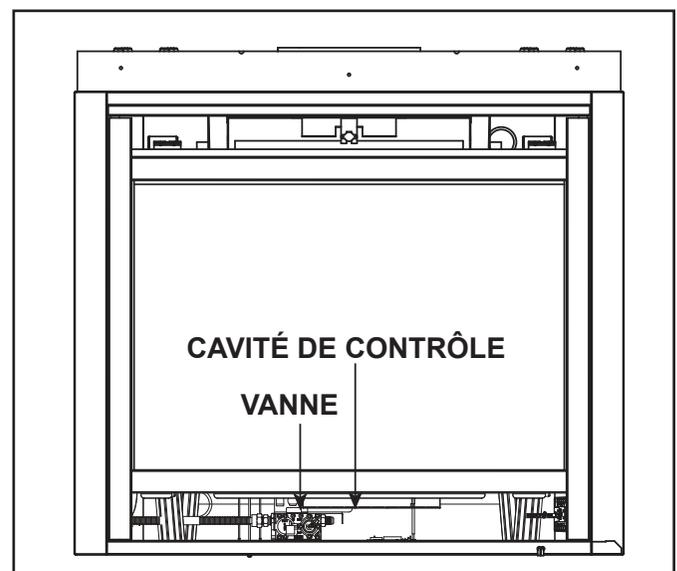

Figure 3.5. Cavité de contrôle
Le modèle SL-7BV a un taux de combustion variable contrôlé par le bouton « HI/LO » sur la vanne du gaz. De ce fait, la hauteur de la flamme est ajustable. Le bouton « HI/LO » est montré à la figure 3.5. Il est situé dans la cavité du contrôle de l'appareil. Le bouton « HI/LO » peut être ajusté comme désiré, en tournant vers la position « HIGH » (dans le sens antihoraire) et en tournant vers la position « LO » (dans le sens horaire).
Le système d'amorçage par veilleuse à allumage intermittent IntelliFire possède un système de piles d'appoints permettant le fonctionnement sans électricité. Le bloc-pile installé en usine est situé dans la cavité du contrôle de l'appareil. Voir la figure 3.5. Les piles ne devraient pas être placées dans le support de batterie lorsque l'électricité est utilisée pour faire fonctionner le foyer. Retirez les piles du support de batterie lorsque l'électricité est de nouveau disponible.
1. Accédez à la cavité du contrôle de l'appareil. Voir la figure 3.5 pour l'emplacement. La façade décorative ou la porte pourrait devoir être enlevée.
2. Localisez le support de batterie et insérez deux piles D. La polarité des piles doit être correcte pour éviter d'endommager le module. Voir la figure 3.5. Un schéma complet du câblage est inclus dans la section traitant de l'électricité, dans le manuel d'installation de l'appareil.